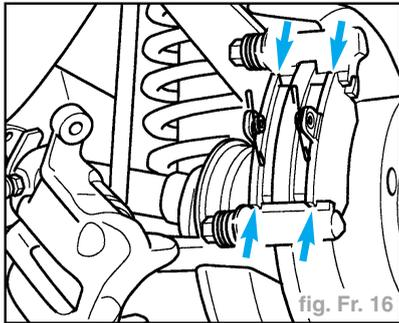

fig. Fr. 16
- Installer des nouveaux ressorts de retenue (flèches) et de nouvelles plaquettes dans le support de frein (fig. Fr. 16).